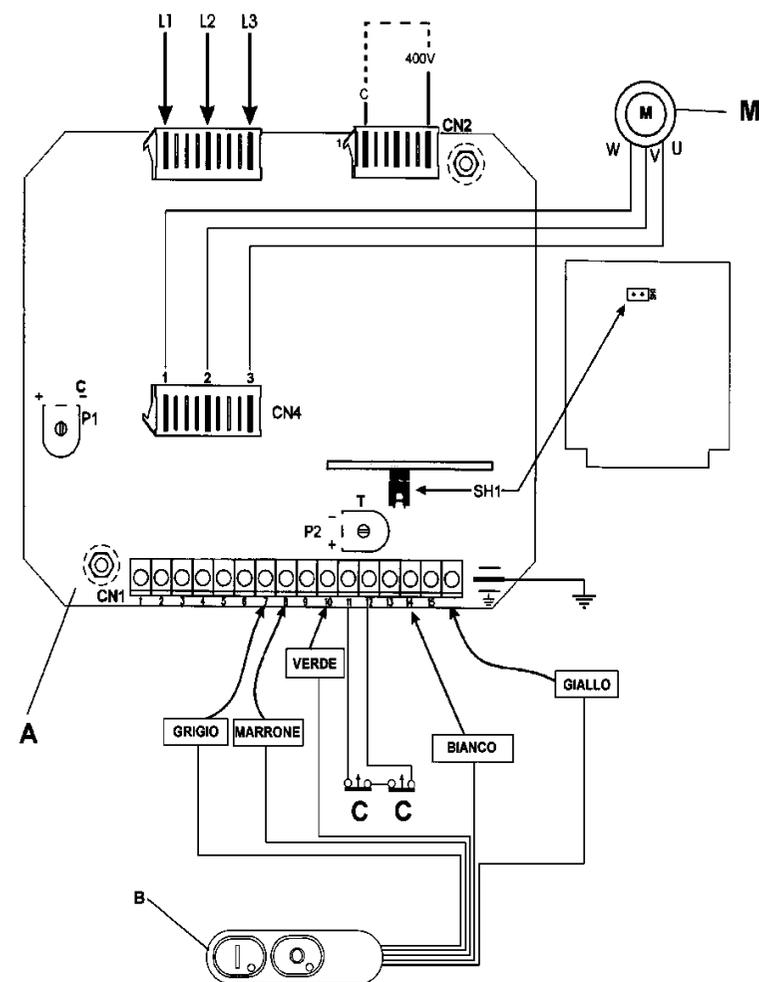

Рис. 2.6.1
2.6.1 Трехфазная электрическая схема на 400 В (рис. 2.6.1)